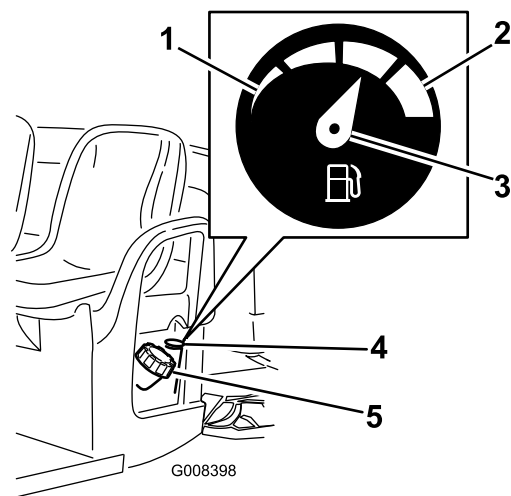

Figura 19
2. Limpe a zona em torno da tampa do depósito de combustível (Figura 19).